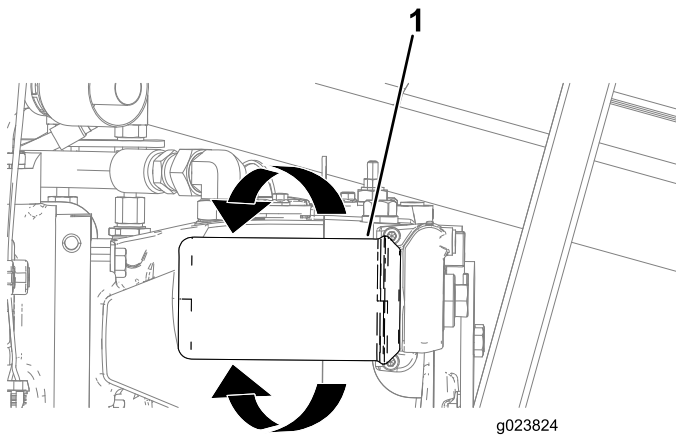

Figure 123
3. Placez un bac de vidange ou plusieurs chiffons sous le filtre de charge (Figure 123).
4. Tournez le filtre de charge dans le sens antihoraire et déposez-le (Figure 123).
6. Placez le filtre de charge devant son siège et tournez-le dans le sens horaire jusqu'à ce que le joint touche l'adaptateur (Figure 123).